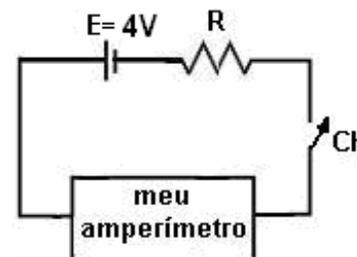

Figura 2.8 - Circuito para medição de corrente
- Fazendo uso do projeto do instrumento e utilizando o circuito da figura 2.8 e monte o circuito utilize os vários valores de resistência indicados na tabela a seguir e meça os diversos valores das correntes obtidas. Anote os valores obtidos na tabela.